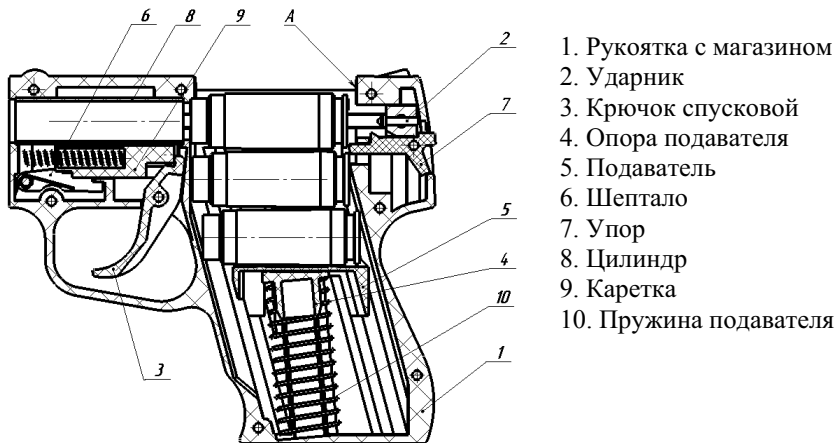

Рис. 1
5.4. При отпускании спускового крючка 3 выбрасыватель, расположенный на ударнике, сместит использованный БАМ за фланец к поверхности А (рис. 1), БАМ выйдет из-под упоров рукоятки, а